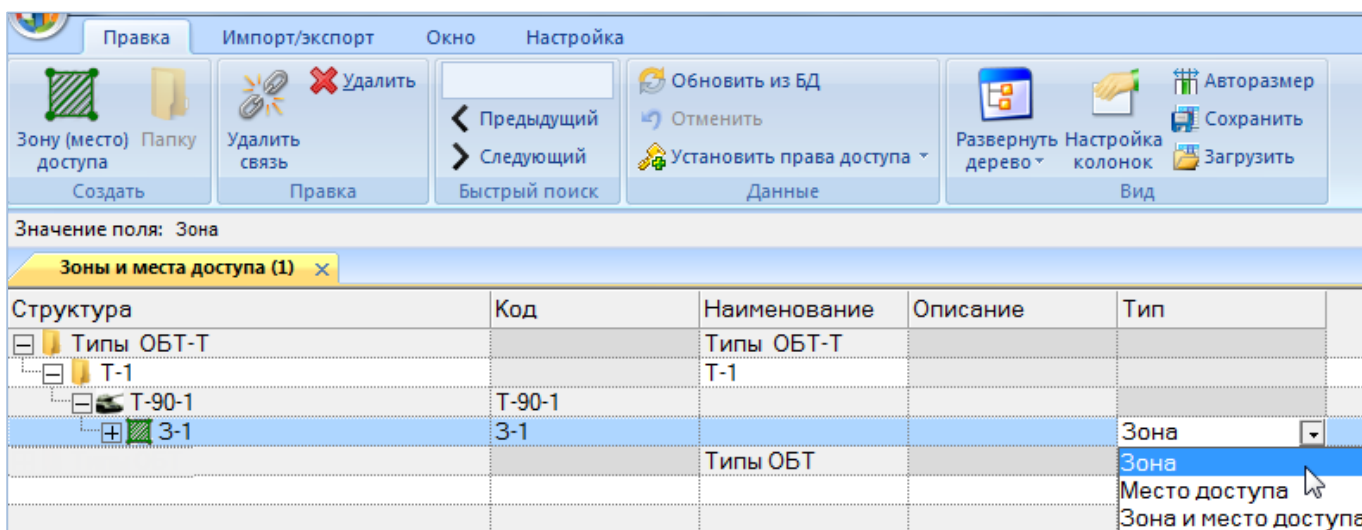

Рис. 12-3 – Рабочее окно «Зоны и места доступа» поле Тип
4) В поле «Тип» выбрать нужное значение – «Зона», «Зона и место доступа», «Место доступа» (рис. 12-3).